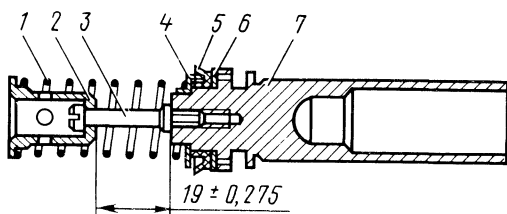

Рис. 189. Первичный поршень главного цилиндра:
ющую втулку 10, наружную манжету 7 и упорное кольцо 6. Не рекомендуется без необходимости вывертывать винт 3 (рис. 189) держателя.
3. Соберите первичный поршень, как показано на рис. 189, проверьте размер  $19 \pm 0,275$  мм (не регулируется).